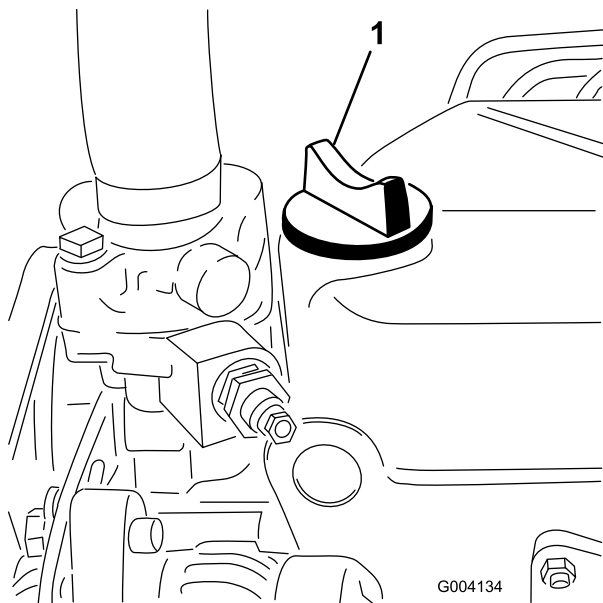

Figure 52
5. Si le niveau n'atteint pas le repère MAXIMUM, enlevez le bouchon de remplissage (Figure 52) et faites l'appoint jusqu'à ce que le niveau atteigne le repère MAXIMUM sur la jauge.